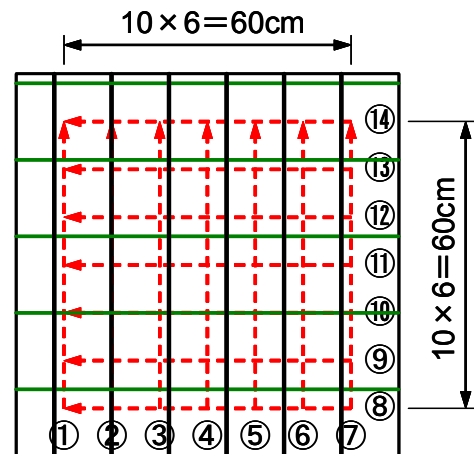

図2 シート上に鉄筋の書き込み
- レーダ装置または解析ソフトによるパソコン上で鉄筋位置を読みとり、図2のようにシート上に鉄筋位置を書き込む。
- 鉄筋から離れている測定ラインを選定し、かぶりを求める。図2の場合、ライン④、⑤、⑥を選定する。